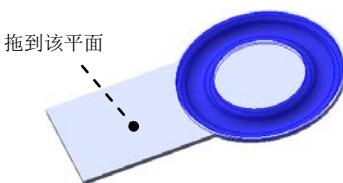

图 8.11 成形特征 1
Step3. 创建图 8.11 所示的成形特征 1。
(1) 单击任务窗格中的“设计库”按钮 ，打开设计库对话框。
(2) 单击设计库对话框中的 ch08 节点，在设计库下部的列表框中选择“clamp_shaped_tool_01”文件，并拖动到图 8.11 所示的平面，在系统弹出的“成形工具特征”对话框中单击 **确定** 按钮。